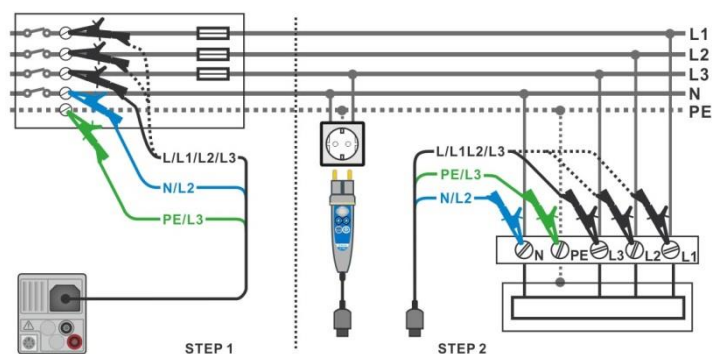

Figura 7.45: Medición de caídas de tensión - conexión del Plug Commander y la punta de prueba de tres hilos
- Conecte las puntas de prueba al origen de la instalación eléctrica, vea la **Figura 7.45**.
- Conecte las puntas de prueba o el Commander a los puntos de prueba, vea la **Figura 7.45**.